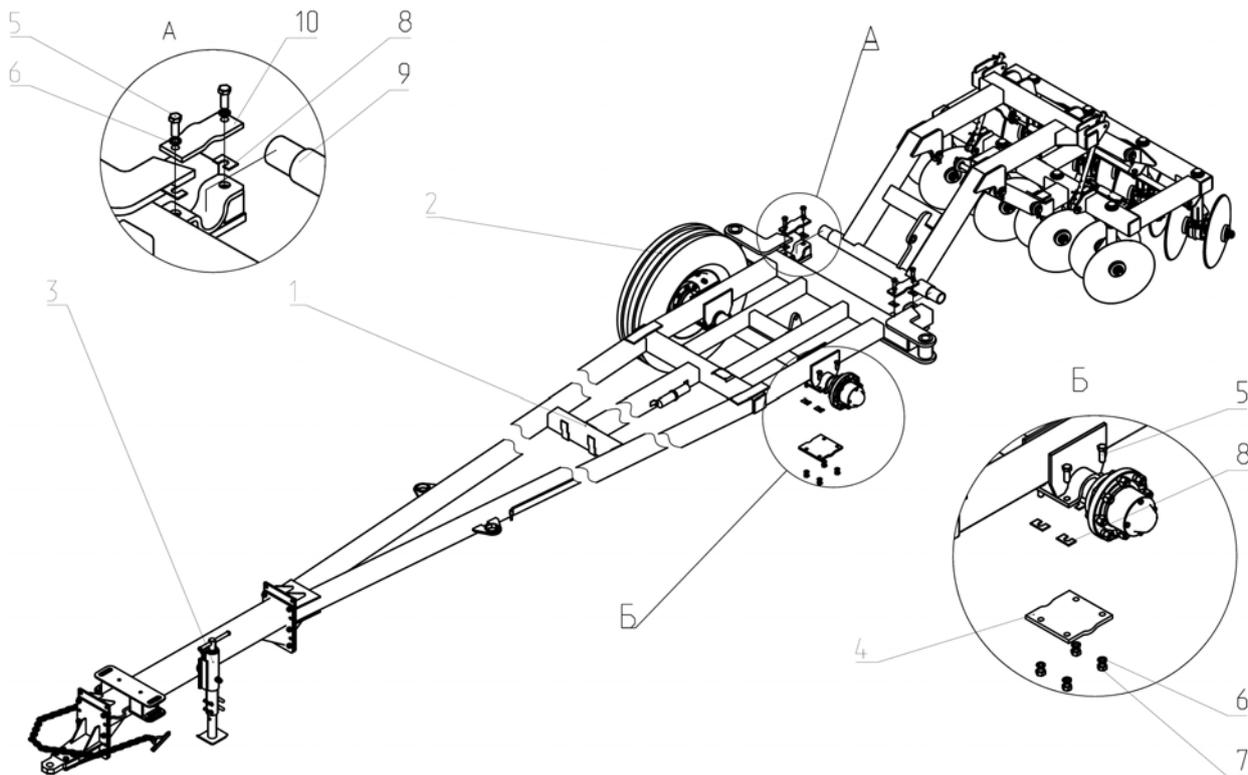

Рис.18 Схема сборки лущильника.
5.5.1. Установить сницу поз. 1 Рис.18 на мост поз. 2 скобами Рис.18 Б;
5.5.3. Закрепить мост на снице прижимами поз. 4 Рис.18 Б используя болты М16х45 поз. 5, гайки М16 поз. 7 и шайбы 16.65Г поз. 6, выбрав зазор между прижимом и скобой сницы прокладками поз. 8;
5.5.4. Центральную секцию поз. 9 Рис. 18А проточенными краями установить в сницу поз. 1 и закрепить прижимом поз. 10, используя болты М16х45 поз. 5 и шайбы 16.65Г поз. 6, выбрав зазор между прижимами и скобами сницы, обеспечив качение центральной секции в соединении;